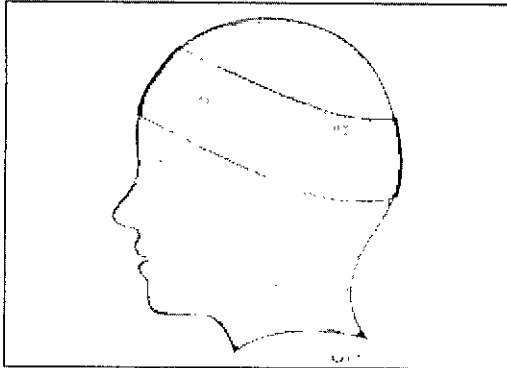

Fig. 13 Vendaje en la cabeza para fijar el implante
- Antes de que los pacientes entren en una sala de IRM se deben retirar todos los componentes externos del sistema de implante (procesador de audio y accesorios). Para fuerzas de campo de 1T o 1,5T, debe colocarse un vendaje en la cabeza para cubrir el implante. Un vendaje en la cabeza puede ser un vendaje elástico bien ajustado alrededor de la cabeza con tres vueltas como mínimo (consulte la Fig. 13). El vendaje debe estar bien ajustado, pero no debe causar dolor.